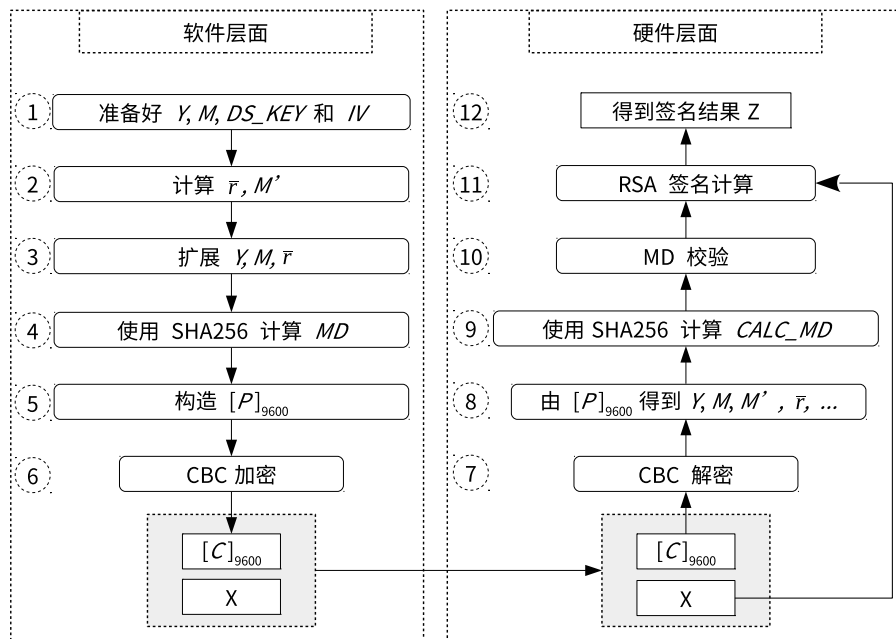

图 22-1. 软件准备工作与硬件工作流程
如果用户想使用 DS 模块进行数字签名，软件和硬件必须紧密配合才可以顺利完成，并且软件需要做一系列准备工作，如图 22-1 所示。图中左半边给出了在硬件开始 RSA 签名计算之前，软件需要做哪些准备工作。图中右半边展示了硬件在整个签名计算的过程中具体会做些什么。
- 对于多次签名计算，软件准备工作（图 22-1 左侧）只需要进行一次，但对于每一次签名计算，硬件运算（图 22-1 右侧）都需要重新进行。
用户需要依照图 22-1 指定的步骤来计算  $C$ 。详细的过程描述如下：
#### 1. 解析阶段, 即图 22-1 中的步骤 7 和步骤 8
解析过程是图 22-1 中步骤 6 的逆过程。DS 模块将调用 AES 硬件加速器以 CBC 块模式对输入的密文信息  $C$  进行解密, 获取明文信息。该过程可以表示为  $P = \text{AES-CBC-DEC}(C, DS\_KEY, IV)$ , 其中  $IV$  就是  $[IV]_{128}$ , 由用户直接指定;  $[DS\_KEY]_{256}$  由硬件 HMAC 提供, 由存储在 eFuse 中的  $HMAC\_KEY$  得到, 软件无法获取。
#### 2. 校验阶段, 即图 22-1 中的步骤 9 和步骤 10
DS 模块会执行两种校验操作: MD 校验和填充 (padding) 校验。由于填充校验和 MD 校验同步进行, 因此填充校验不在图 22-1 中体现。
#### 3. 计算阶段, 即图 22-1 中的步骤 11 和步骤 12